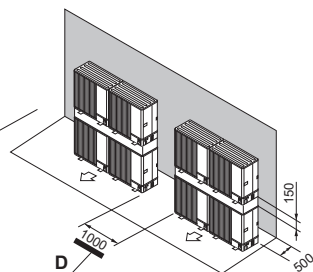

Fig. 2-18
- (7) Disposizione delle unità impilate (Fig. 2-18)
- D: Spazio (Fig. 2-18)